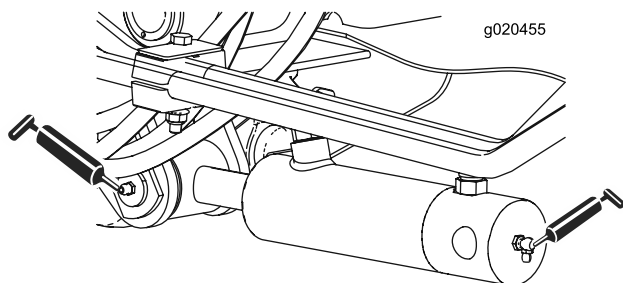

Figura 64
- 2 (su ciascun lato) boccole orientabili del cilindro del braccio di sollevamento (Figura 64)